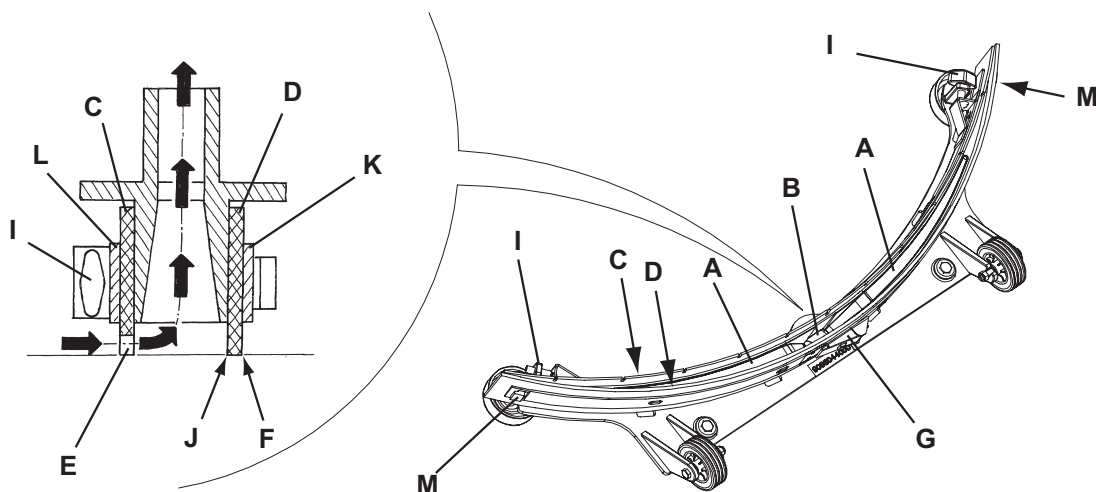

Рис. 3
2. Отсоедините шнур питания (3) от электросети и намотайте его на держатель (4).
3. Опустите швабру (21) с помощью рычага (7).
4. Ослабьте маховики (22) и снимите швабру (21).
5. Отсоедините вакуумный шланг (11) от швабры.
6. Очистьте стальную (Рис. 2) или алюминиевую (Рис. 3) швабру. Очистьте отсеки (А, Рис. 2 или 3) и особенно отверстие (В). Проверьте передний скребок (С) и задний скребок (D) на предмет их целостности, отсутствия порезов и разрывов; в случае необходимости замените их (см. порядок действий в следующем разделе).
1. Очистите швабру (рис. 3) как описано в предыдущем абзаце.
2. Проверьте, что кромка (Е, Рис. 3) переднего скребка (С) и кромка (F) заднего скребка (D) установлены на одном и том же уровне по всей длине; иначе отрегулируйте их высоту следующим образом:
- Освободите соединительную тягу (G) и освободите фиксаторы (M) и отрегулируйте задний скребок (D); затем зацепите фиксаторы и зацепите соединительную тягу.
- Ослабьте маховики (I) и отрегулируйте передний скребок (C); затем затяните маховики.
3. Проверьте передний (C) и задний скребки (D) на целостность, наличие порезов и разрывов; если необходимо замените их, как показано ниже. Проверьте, не изношен ли передний угол (J) заднего скребка; в противном случае переверните скребок, чтобы поменять местами изношенный угол с целым. Если и другие углы изношены, замените скребок в следующем порядке:
- Освободите соединительную тягу (G), отцепите фиксатор (M) и снимите стопорную планку (K), затем замените/ переверните задний скребок (D). Установите скребок, действуя в обратной последовательности.
- Отвинтите маховики (I) и снимите стопорную планку (L), затем замените передний скребок (C). Установите скребок, действуя в обратной последовательности.
4. Присоедините вакуумный шланг (11) от швабры.
5. Установите швабру (21) и закрутите маховики (22).
6. В случае необходимости отрегулируйте маховик регулировки равновесия (23) швабры.